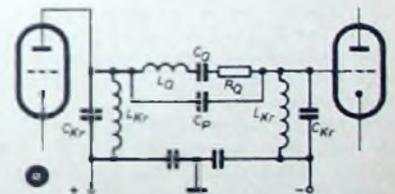
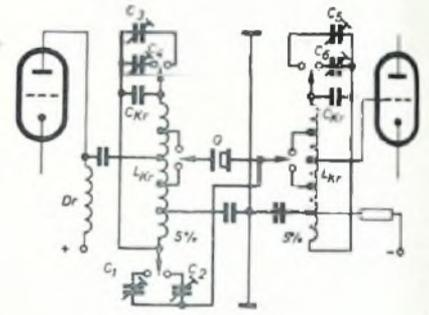

Abb. 4a. Schema eines Einfach-Quarzfilters
Abb. 7. Kompensierung der Quarz-Parallelkapazität und stufenweise Regelung der Ankopplung
Zwischen der Induktivität L_Q des Quarzes (Abb. 4a), der Induktivität L_{Kr} der beiden gleichen Schwingkreise und deren Güte Q_{Kr} besteht für a der Zusammenhang
Jeder Quarz (C_D in Abb. 4a) hat eine Parallelkapazität (+ Halterung), die oftmals zur Erzeugung des „Antiresonanzpunktes“ ausgenutzt wird. C_D ist bei normalen Schwingquarzen etwa 15 pF, bei Spezial-Filterquarzen nur wenige pF. Diese Kapazität muß jetzt 100%ig in einer Brückenschaltung kompensiert werden, andernfalls wirkt sie wie der Kopplungsblock bei kapazitiv gekoppelten, zweikreisigen Bandfiltern. Die Trimmer C_1 und C_2 übernehmen diese Aufgabe mit 5% der Spulenwindungen (Abb. 7). Die für diesen Zweck benötigten Windungen gehen in Formel (3) mit dem Faktor $0,95^2 = 0,9$ in das Übersetzungsverhältnis ein. Die Trimmer werden beim Umschalten von „breit“ (fonie) auf „schmal“ (cw) mit umgeschaltet. Hierdurch werden die beiden Kreise leider etwas verstimmmt; sie sind daher in jeder Schalterstellung sorgfältig auf Quarz-Resonanz zu trimmen (C_p , C_4 bzw. C_5 , C_6).